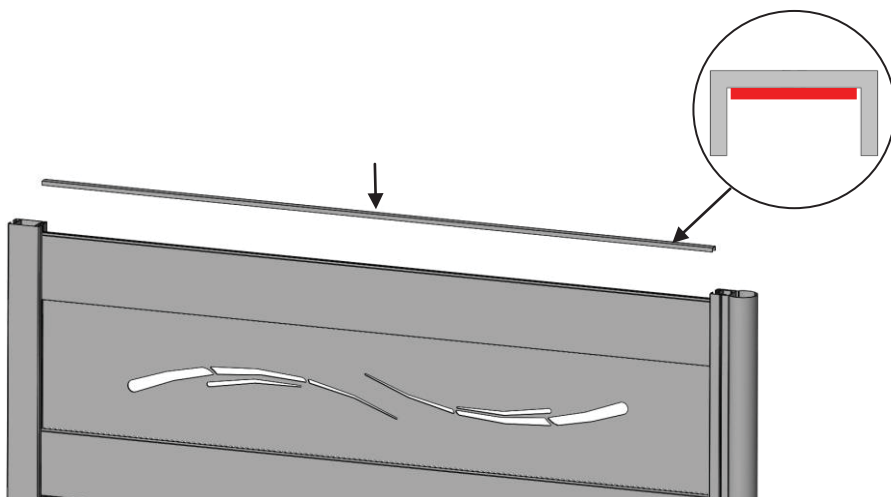

Figure 16
- Positionner et coller le U de finition sur la lame supérieure du claustra (figure 16).